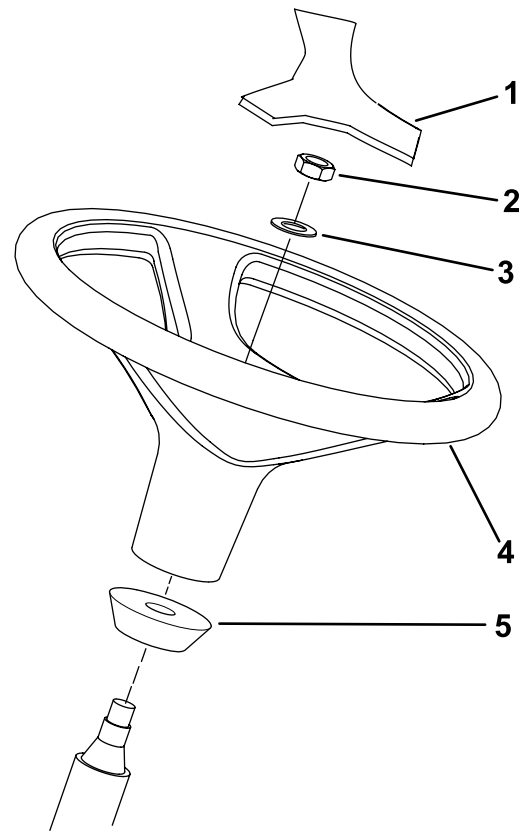

Figura 13
1. Retire el volante del calzo de transporte (Figura 13).
**Nota:** Asegúrese de que el collar de espuma permanece en el eje de dirección (Figura 13).
3. Deslice el volante y la arandela sobre la columna de dirección (Figura 13).
5. Monte la tapa en el volante (Figura 13).